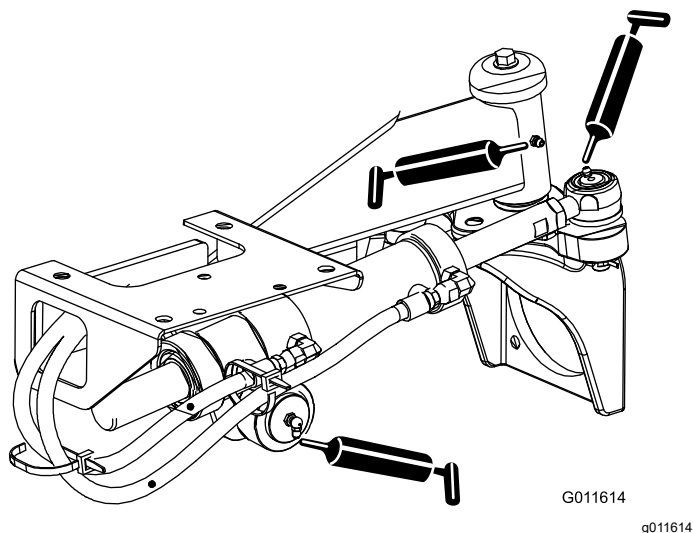

Figura 69
- Giunti a sfera del cilindro di sterzo (2) e assale posteriore (1) – Figura 69